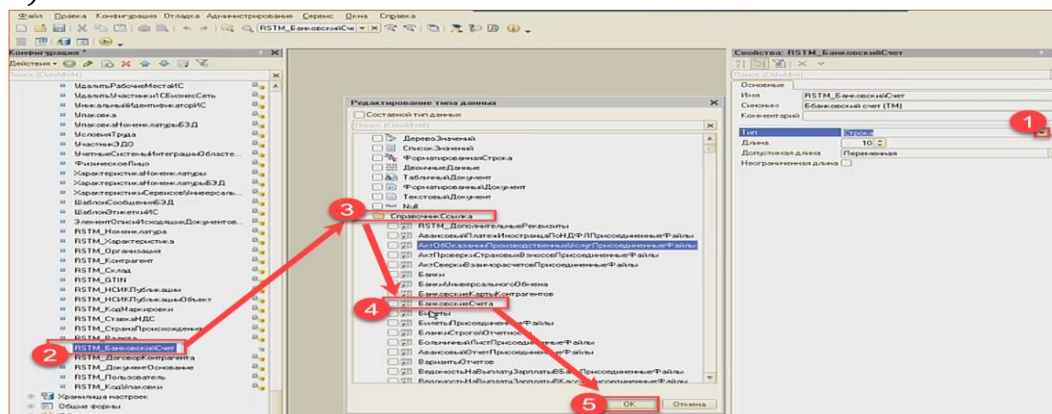

Рис. 11.19 - Настройка справочника для определяемого типа
- Затем указать для определяемого типа соответствующий справочник (Рис. 11.19).